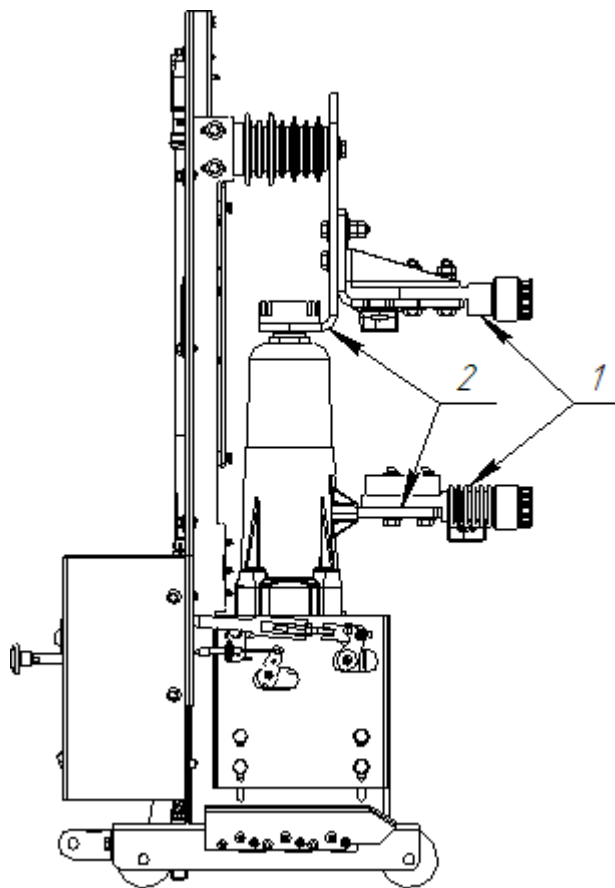

Рисунок 4 – Точки измерения переходного сопротивления выкатных элементов
3.3.2 Электрическое сопротивление главных цепей выкатного элемента, без учета подвижных электрических контактов, измеряется в точках 1 (рисунок 4). Сопротивление главных контактов коммутационного модуля измеряется в точках 2 (рисунок 4).